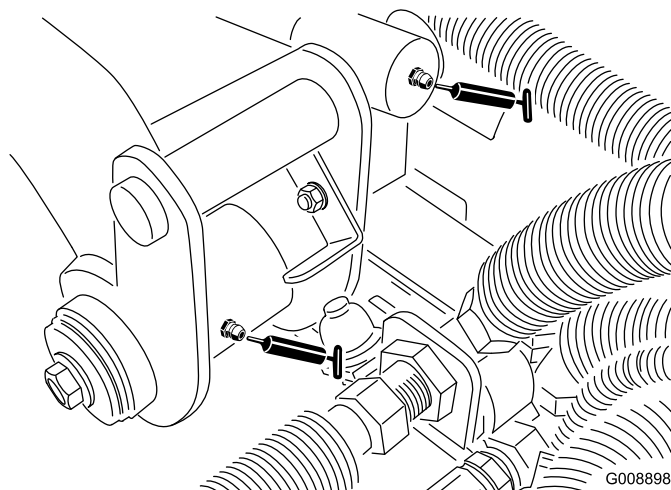

Figura 60
- Pivote y cilindro de elevación del brazo de elevación trasero (2) (Figura 60)